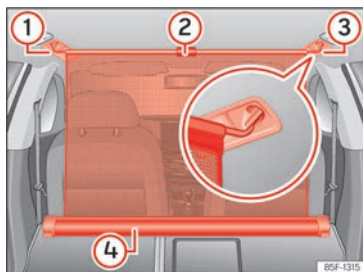

Abb. 193 Im Gepäckraum: eingehängte Netztrennwand bei vorgeklappter Rücksitzlehne.
- Ziehen Sie die Lasche >>> **[Abb. 193]** ② nach oben, um das Netz aus dem Gehäuse ④ zu nehmen.
- Hängen Sie das Trennnetz an der rechten oder linken Seite >>> **[Abb. 193]** ③ (vergrößerte Darstellung) ein.
- Hängen Sie das Trennnetz an der Aufnahme der anderen Seite >>> **[Abb. 193]** ① ein, indem Sie an der Stange ziehen.
Das Trennnetz ist richtig montiert, wenn die T-förmigen Enden sicher in den entsprechenden Aufnahmen >>> **[Abb. 193]** ③ und ① eingehängt sind.
- Rollen Sie das Trennnetz in das Gehäuse >>> **[Abb. 193]** ④ ein, indem Sie es mit der Hand nach unten ziehen.